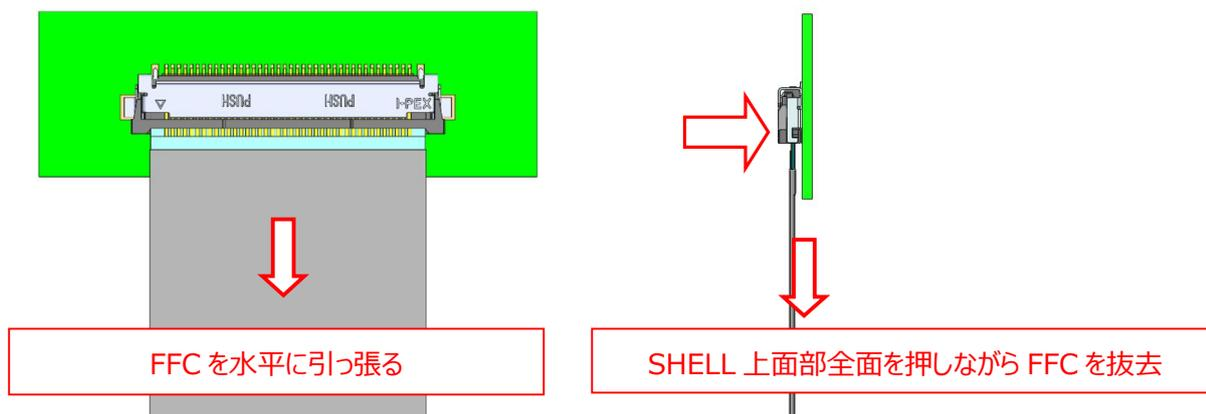

図. 4-2 FFC 抜去方法 2
② 図 4-2 の様に、SHELL 上面部全面を押し下ろしたまま FFC を嵌合間口に対し水平に引き抜く。